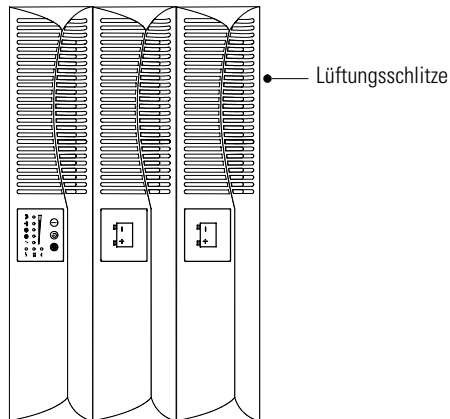

Abbildung 8. USV-Tower-Konfiguration mit EBM
6. Bei vertikaler Aufstellung müssen sich die Lüftungsschlitze des Gehäuses oben befinden (siehe Abbildung 8).